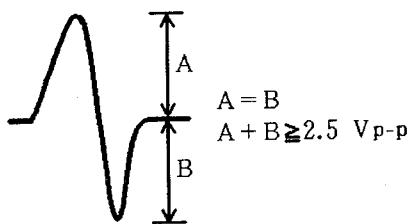

Figura 8
3. Contemplando la pantalla del osciloscopio, presione la tecla **TRACK FWD** y observe durante un momento la forma de onda de la figura 8. Verifique si la amplitud es de 2,5 Vp-p por lo menos y si la amplitud de las partes positiva y negativa son iguales. Como la forma de onda solamente sale durante un momento cuando se presiona la tecla TRACK FWD, presione una y otra vez esta tecla hasta que logre comprobar la forma de onda.